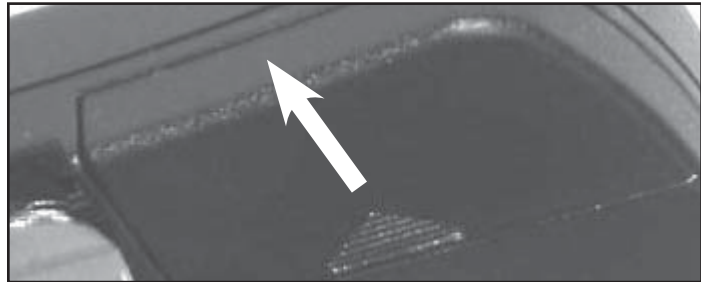

FIG. 8-1 Abra la tapa de la batería
- Para abrir, oprima la tapa de la batería suavemente como indicado (Fig. 8-1).